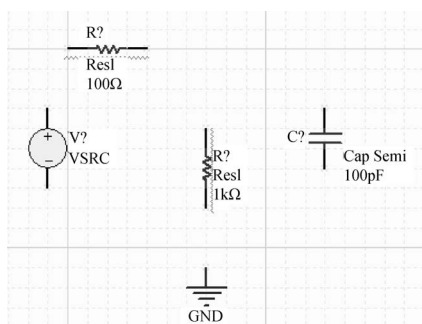

图 3-5 放置找到的仿真元器件到原理图设计界面
(1) 从 Miscellaneous Devices, IntLib 库中分别找到名为 Res1 的电阻元器件和名为 Cap Semi 的电容元器件,并将其按照图 3-5 所示的位置进行放置。
(2) 从 Simulation Sources, IntLib 库中找到名为 VSRC 的元器件,并按照图 3-5 所示的位置进行放置。
(3) 单击 AD 软件主界面工具栏内的  按钮,将 GND 按照图 3-5 所示的位置进行放置。